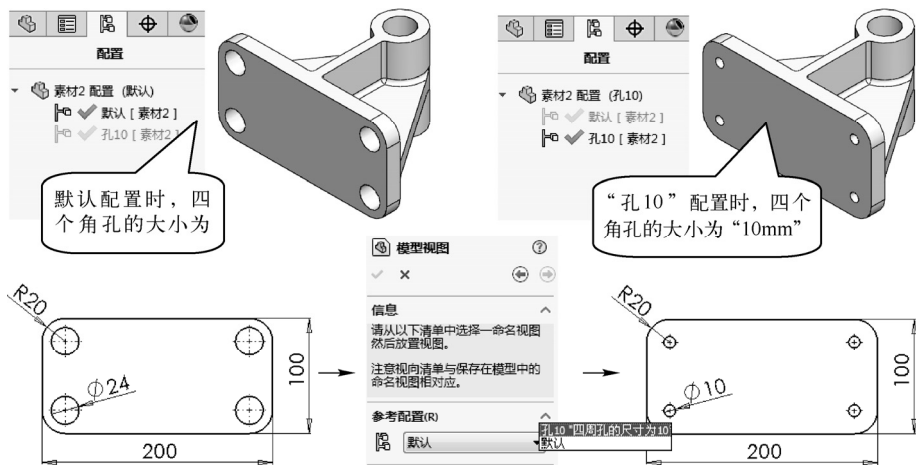

图 7-11 在工程图中选用“配置”选项的作用
- “参考配置”卷展栏:当原模型具有多种配置时,可在此卷展栏的下拉列表中选择用于生成视图的配置,如图7-11所示。